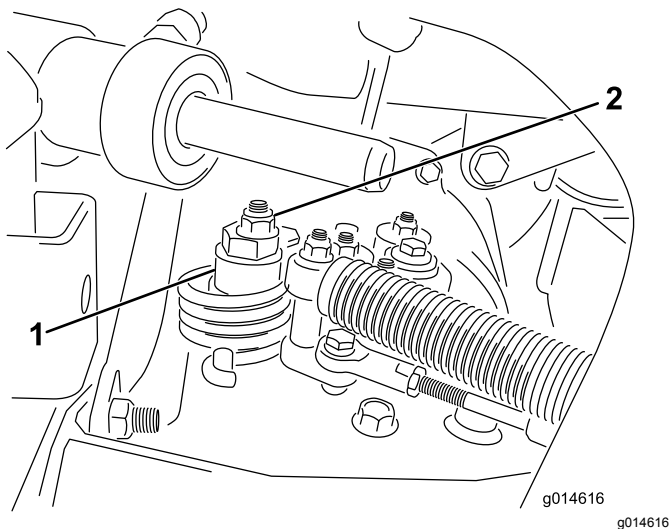

Figura 33
- A. Liberte a porca que fixa o disco excêntrico ao cimo do hidróstato (Figura 33).
- C. Rode o disco excêntrico até eliminar a deslocação em qualquer um dos sentidos. Quando a roda deixar de rodar, aperte a porca, bloqueando deste modo o disco excêntrico e fixando a posição de ajuste (Figura 33). Verifique se o ajuste é o adequado colocando o acelerador nas posições LENTO e RÁPIDO.